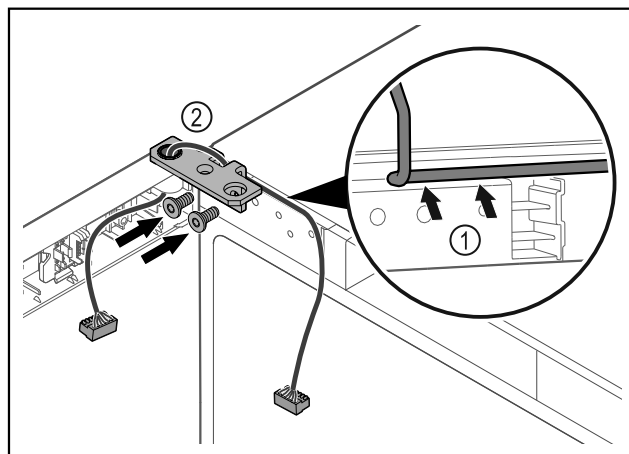

Fig. 43
- ▶ Kabel door de uitsparing van de scharnierhoek leiden en voorzichtig monteren Fig. 43 (1).
- ▶ Scharnierhoek Fig. 43 (2) vastschroeven.